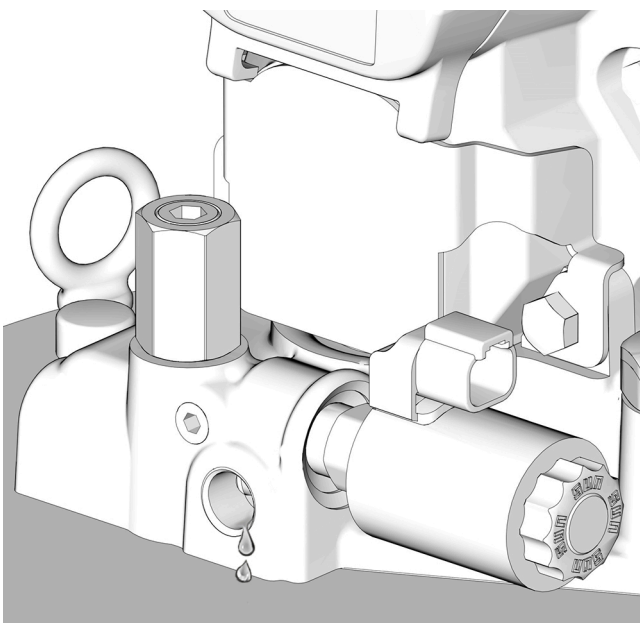

FIG. 19
1. Cuando el tanque (K) esté lleno del todo, retire de la salida la línea de suministro de alta presión del lubricante (D).
2. Conecte la alimentación a la bomba (B).
3. Ponga en marcha la bomba (B) y déjala funcionar hasta que se expulse todo el aire y el caudal de fluido sea constante (FIG. 19).